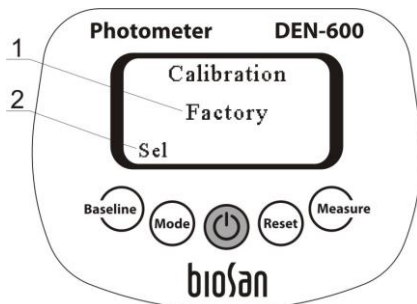

Рисунок 5. Сброс к заводской калибровке
- 5.7.1. **Сброс к заводским установкам калибровки** (рисунок 5). Перейдите в режим калибровки, нажав кнопку **Baseline** 5 раз в режиме измерения McF, нажмите кнопку **Mode** 2 раза и выберите между пользовательской (User) и заводской (Factory) калибровкой нажатием кнопки Sel (**Baseline**, fig. 5/2). Для выхода из режима нажмите кнопку **Reset**.